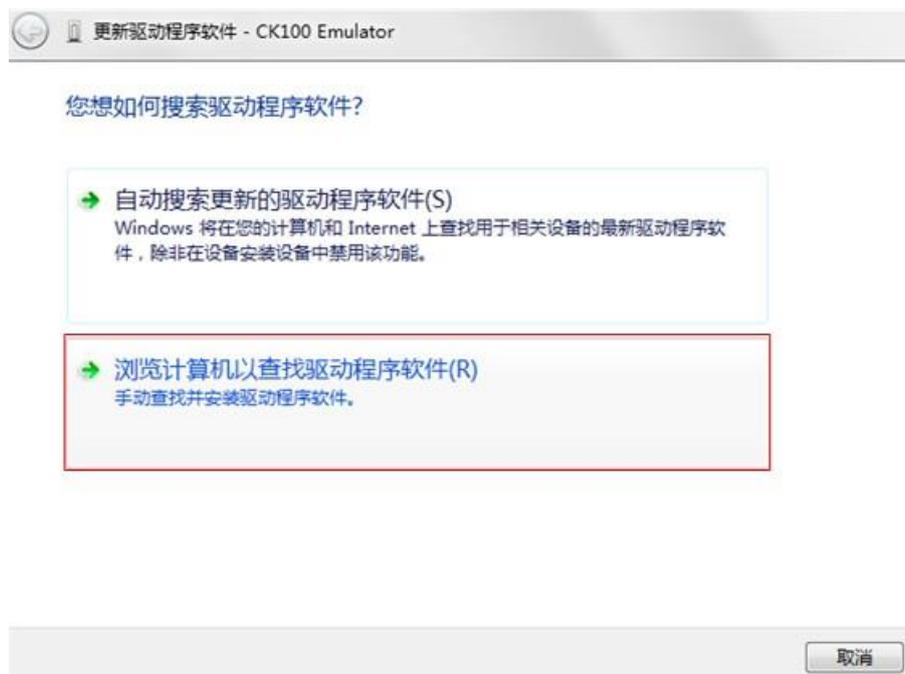

图 2.46 选择搜索驱动程序的软件
- (3) 接着弹出选择如何搜索驱动程序软件对话框，如图 2.46 所示。选择【浏览计算机以查找驱动程序软件】。